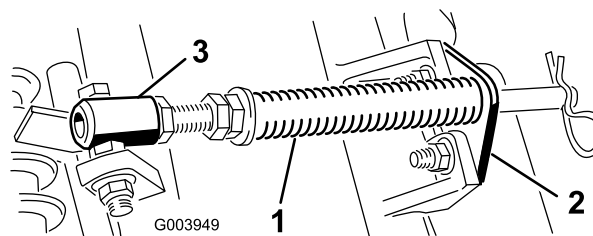

Bild 10
- A. Nehmen Sie die zwei Schlossschrauben und Muttern ab, mit denen die Stangenhalterung an den Laschen des Mähwerks befestigt ist (Bild 10).
- B. Nehmen Sie die Bundmutter ab, mit denen die Schraube des Federrohrs an der Trägerrahmenlasche befestigt ist (Bild 10). Nehmen Sie das Bauteil ab.